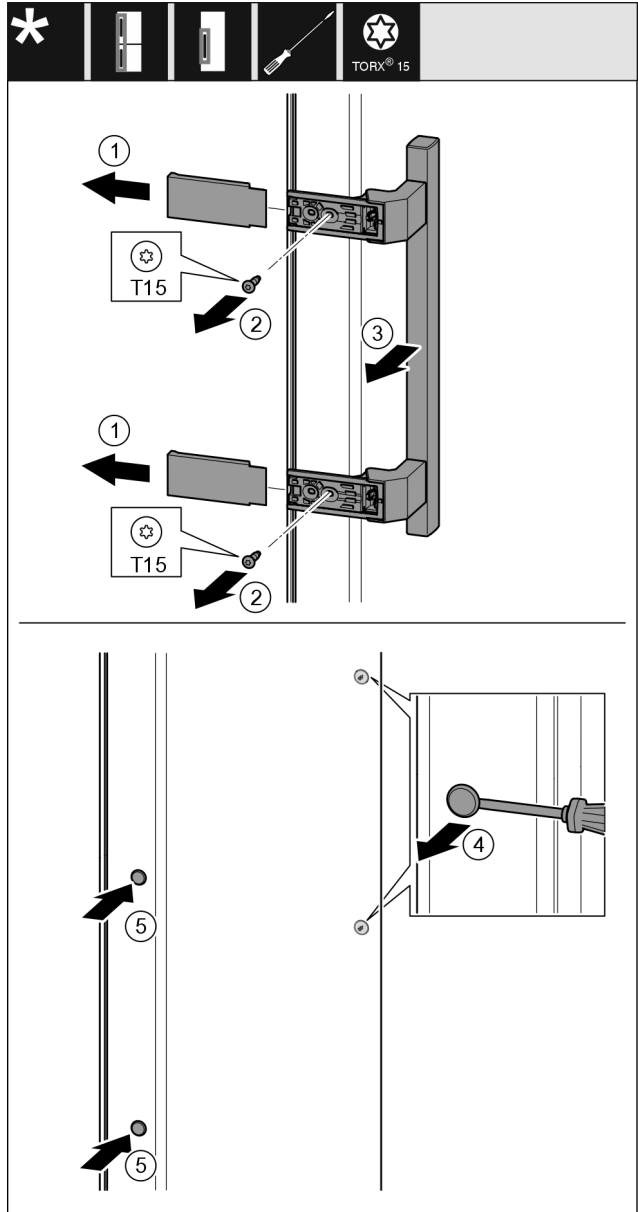

Fig. 19
- Hiqni kapakun mbulues Fig. 19 (1).
- Lironi vidat Fig. 19 (2) me një kaçavidë.
- Hiqni dorezën Fig. 19 (3).
- Ngrini lart me kujdes tapën anësore Fig. 19 (4) me një kaçavidë me kokë petë dhe nxirreni jashtë.
- Vendosni sërish tapën Fig. 19 (5) në anën tjetër.